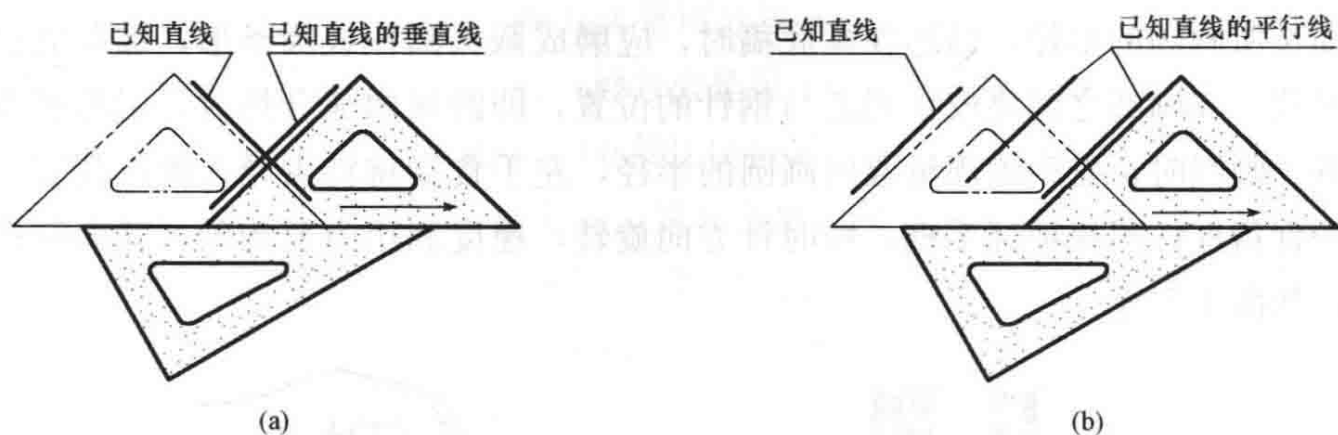

图 1-5 两块三角板配合使用
(3)两块三角板配合画任意直线的平行线或垂直线。画线时其中一块三角板起定位作用，另一块三角板沿其定位边移动并画直线，如图 1-5 所示。